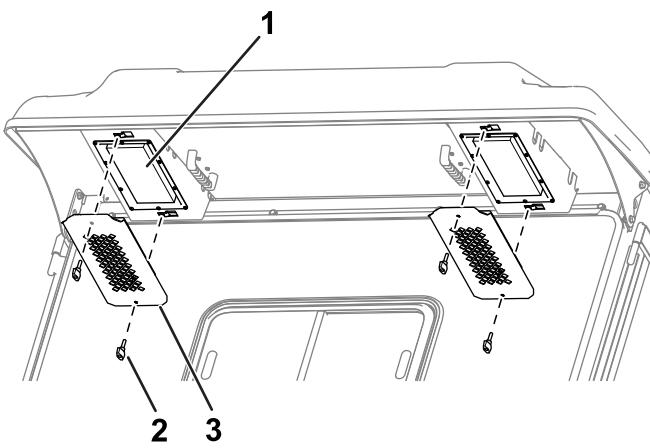

Bild 88
1. Entfernen Sie die Drehknöpfe und Roste vom hinteren Überhang der Kabine (Bild 88).
4. Verwenden Sie die Drehknöpfe und Roste, um die Filter in die Kabine einzubauen (Bild 88).